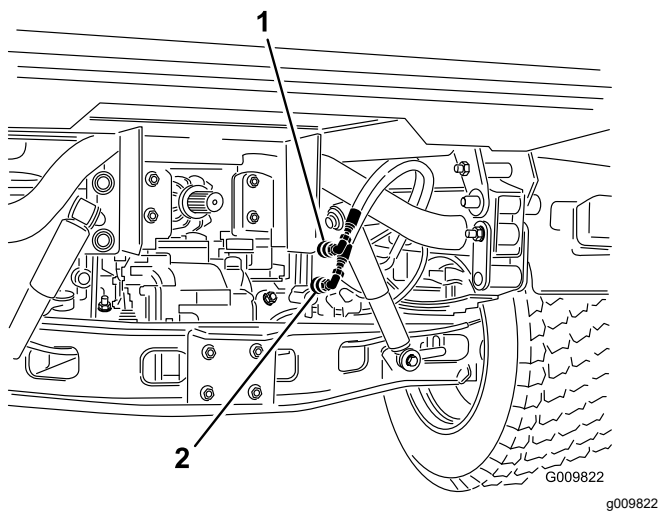

Рисунок 17
2. На машинах с серийными номерами 240000001 и выше отсоедините 2 шланга гидроцилиндра подъема от муфт, закрепленных на кронштейне муфт (Рисунок 17). Вставьте заглушки в быстроразъемные муфты шлангов гидроцилиндра.